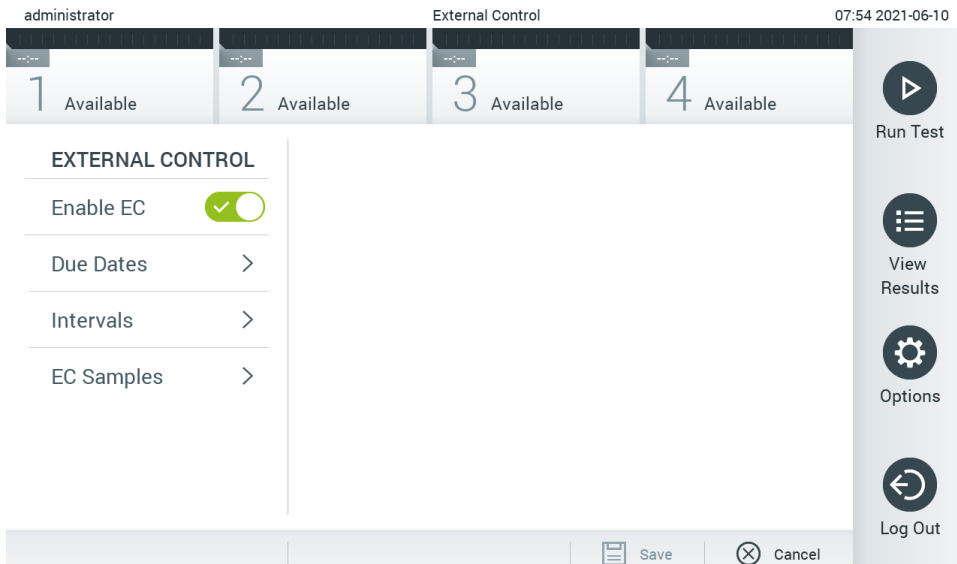

Рис. 50. Екран External Control (Зовнішній контроль).
2. Натисніть кнопку перемикання **Enable EC** (Активувати зовнішній контроль), щоб активувати цю функцію (рис. 50).